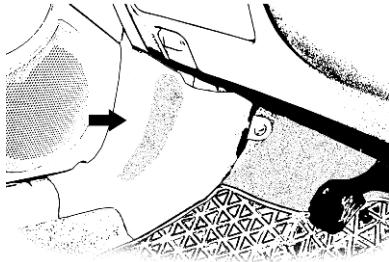
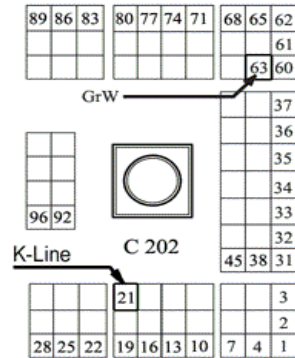

Рис. 1
Рис. 2 Нумерация со стороны подхода проводов.
- 6) Снимите с левой стороны машины декоративный кожух рис. 1. Найдите разъём C202 рис. 2.